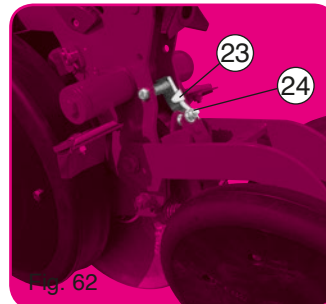

Fig. 62
Cette roue plombreuse est utilisable sur terrain plutôt sec, pour tous semis. Sur terrain trop humide, un bourrage au niveau de la roue est toujours possible, dans ce cas, escamoter la roue par le taquet 23 fig. 62. Si cette opération ne s'avèrait pas suffisante, il faudrait enlever la roue seule, en laissant le cadre 4 sur l'élément. Le décroctoir 11 Greenflex réversible doit être surveillé de temps en temps, et réglé avec précision à l'aide de l'écrou 24 fig. 62.
The press wheel has a diameter of 295 mm and a width of 21 mm and is in stainless steel. It can only be adapted on the NG Plus 4 units. It floats independently from the metering unit and the rear press wheel unit. The NG Plus 4 equipped in this manner, now becomes the NG Plus 4 PRO. This press wheel can be used in rather dry soils for all types of seeds. In damp soil, a packing up of the wheel is always possible, in this case, retract the wheel using the latch 23 fig. 62. If this is not sufficient, the wheel only must be removed, leaving the frame 4 on the metering unit. The reversible Greenflex scraper 11 should be controlled from time to time and adjusted with precision using the nut 24 fig. 62.
Die Andruckrolle wird hauptsächlich auf trockenen Böden eingesetzt. Auf nassem Boden, wenn die Rolle verstopft, kann diese ausgehoben werden und mit dem Hebel 23 Fig. 62 arretiert werden. Wenn diese Maßnahme nicht ausreicht, muß die Rolle vom Element ausgebaut werden. Der nachstellbare GREENFLEX-Abstreifer ist von Zeit zu Zeit zu kontrollieren und entsprechend nachzustellen. (24 - Fig. 62)
Dit aandrukwieltje Ø 295 x 21 mm met RVS bandage kan alleen op een "NG Plus 4" element gemonteerd worden. Het heeft een vlottend werking, onafhankelijk van het element en van het aandrukblok achteraan. Indien zo uitgerust wordt een "NG Plus 4" dan "NG Plus 4 PRO" genoemd. Het "PRO" wieltje wordt voor alle typen zaaierwerk op betrekkelijk droog terrein aanbevolen. Op een te vochtig terrein kan een verstopping gebeuren ter hoogte van het wieltje. In dat geval dient het wieltje dank zij de klamp 23 opgeklapt te worden (afb. 62). Indien deze verichting onvoldoende is, kan het losse wieltje verwijderd worden; het frame 4 blijft op het element. De omkeerbare Greenflex toestrijker 11 periodiek nakijken en nauwkeurig afstellen met behulp van de afstelmoer 24 (afb. 62).
- Position escamotée (fig. 62).
- Retracted position (fig. 62).
- Pos. Fig 62 wieder anbringen